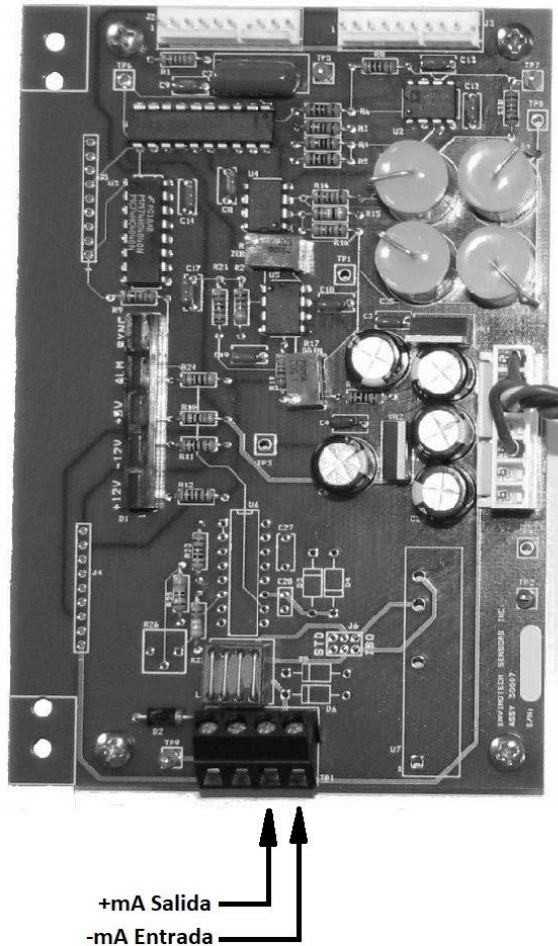

Figura 2.3.1-1 Conexión de la salida bucle de corriente 4-20mA
3. Pelar ~6mm (1/4") de aislamiento de cada uno de los dos hilos y conectarlos a TB1 utilizando la información de la tabla 2.3.1-1 y de la Figura 2.3.1-1: